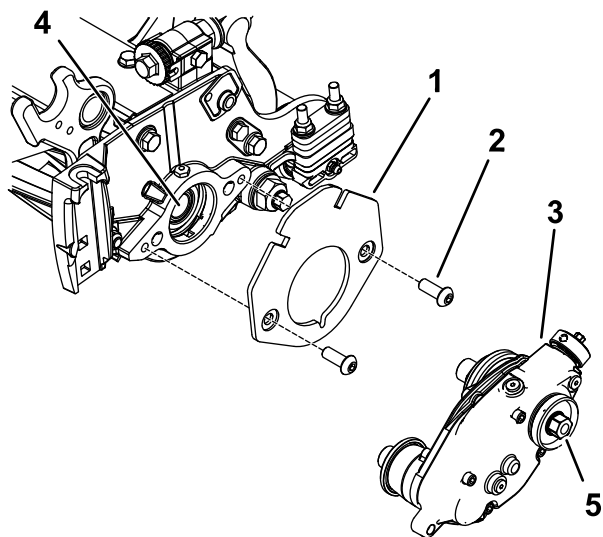

Figura 8
2. Fissate la staffa della zavorra al cilindro con 2 bulloni a testa tonda a esagono incassato ($\frac{3}{8}$ " x $\frac{3}{4}$ "), come illustrato nella Figura 8.
3. Applicate un composto frenafili a media resistenza (ad esempio Loctite blu 243) sulle filettature della parte interna dell'albero del cilindro (Figura 8).
4. Montate la scatola della trasmissione del groomer all'albero del cilindro (Figura 8) utilizzando la testa esagonale sulla scatola della trasmissione del groomer.